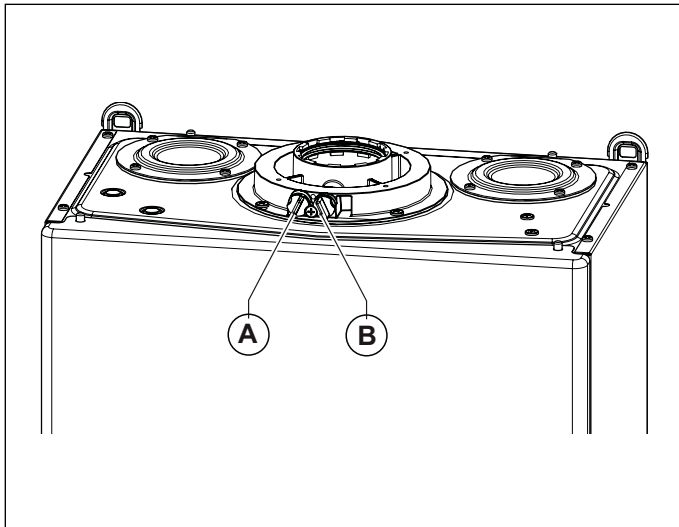
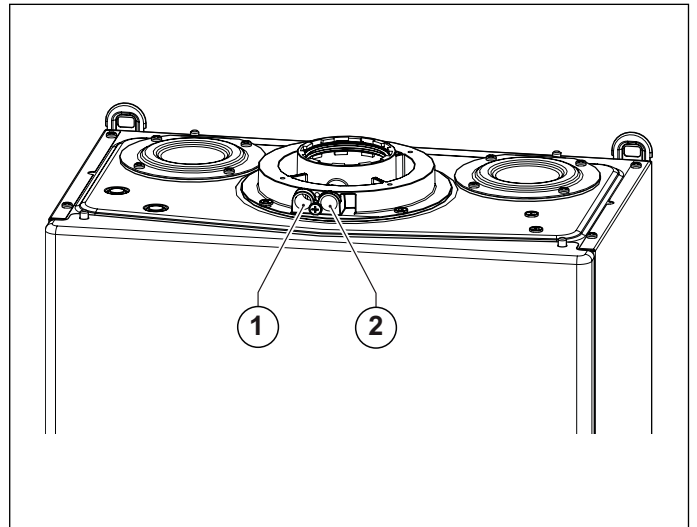

Рис. 18 Положення заглушок
Рис. 19 Положення отворів
На котлі є патрубок для підключення до системи забору повітря/димовідведення (дивись Рис. 18 Положення заглушок та Рис. 19 Положення отворів).
В патрубок передбачено два отвори для прямого доступу до повітря, що йде на згоряння, та до димових газів (дивись Рис. 19 Положення отворів).
Для проведення вимірів необхідно зняти заглушки **A** та **B** з отворів на патрубок (дивись Рис. 18 Положення заглушок).
- замір температури повітря що йде на горіння **1** (дивись Рис. 19 Положення отворів).
- замір температури димових газів та вмісту CO₂ в спеціальному отворі **2** (дивись Рис. 19 Положення отворів).